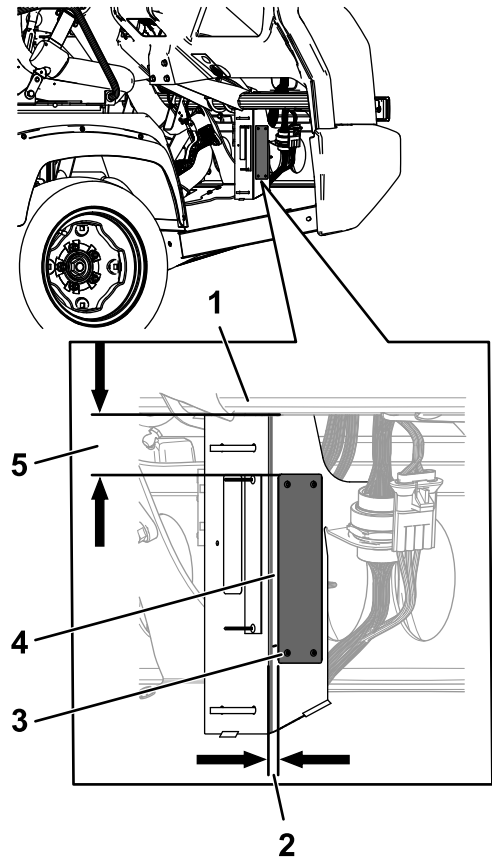

**Figura 7**
2. Estampar el número de serie de la máquina en la posición indicada en Figura 7.